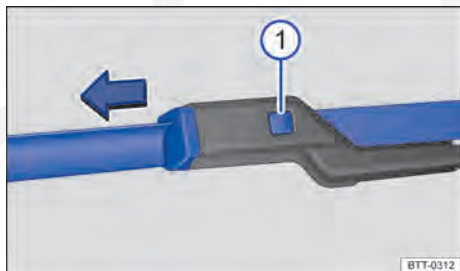

Fig. 275 No para-brisa: substituir as palhetas dos limpadores do para-brisa (Passat e Passat Variant).
- Manter o botão de destravamento → Fig. 275 ① pressionado e, ao mesmo tempo, retirar a palheta dos limpadores do para-brisa no sentido da seta.